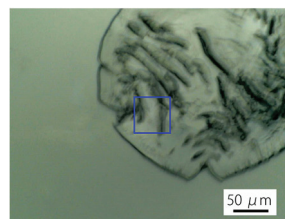
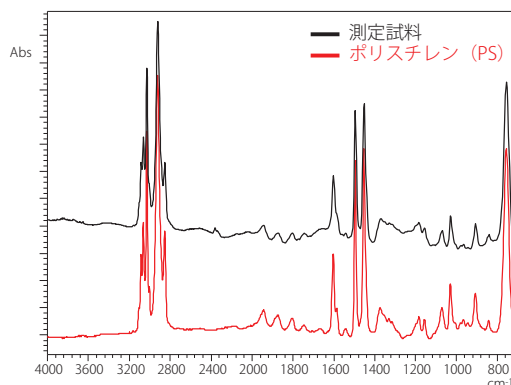

図3 測定試料
図4 測定結果
ろ紙上からマイクロプラスチックを1つ採取し、ダイヤモンドセルで圧延した後、赤外顕微透過法により測定しました。測定試料の画像を図3に、測定条件を表1に、測定結果を図4に示します。マイクロプラスチックは、ポリスチレン (PS) であることがわかりました。